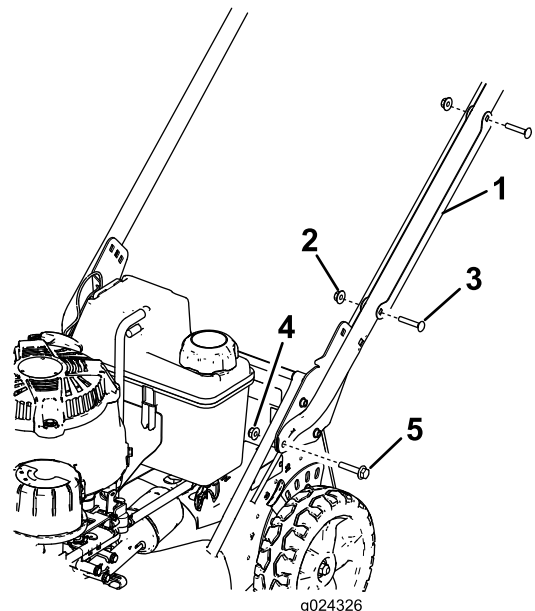

Bild 3
1. Entfernen Sie die zwei Schlossschrauben und zwei Sicherungsmuttern, mit denen der Kabelschutz am Holm befestigt ist, um den Kabelschutz abzunehmen (Bild 3).
2. Befestigen Sie die Enden des Holms mit zwei Sechskantbundkopfschrauben (5/16" x 1-1/2") und zwei Bundmutter (5/16") am Mähergehäuse, wie in Bild 3 abgebildet.
1. Schlossschraube (5/16" x 1-1/2") (2)
2. Holmhalterung (2)
3. Bundmutter (5/16") (2)
7. Legen Sie die Kabelschutzvorrichtung so auf den Holm, dass die **Kabel in der Schutzvorrichtung** verlaufen, und befestigen Sie die Schutzvorrichtung mit den vorher entfernten zwei Schlossschrauben und zwei Sicherungsmuttern am Holm (Bild 3).